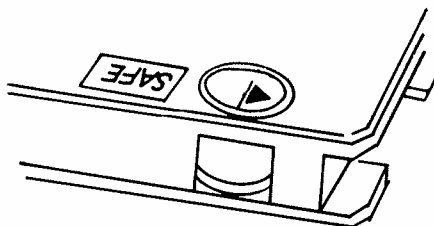

Bild 22.
- o Kontrollera att kassetbandet inte är skrivskyddat (skrivskyddet skall vara inställt enligt bild 22).